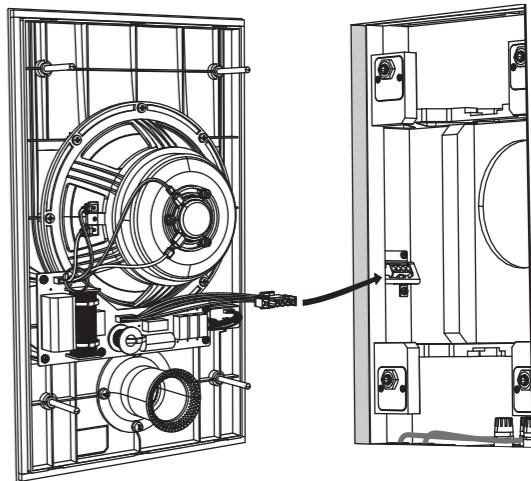

图1. 接线
1. 在助手的帮助下, 将PCI 7DC IW 扬声器组件提起靠近干墙孔, 并将四针接线连接器牢固地连接到后盖内的相应连接器中 (图1)。